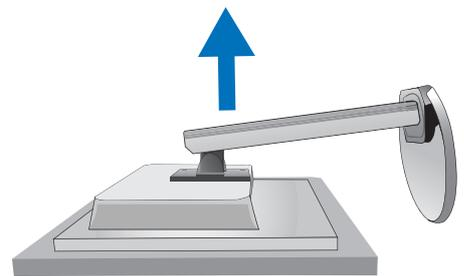

Figura S.2
5. Retire el soporte (**figura S.2**).